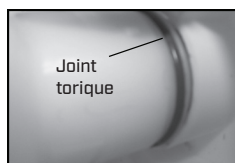

Figure 6
- 5) Appliquez du pétrolatum aux 2 joints toriques de la pompe à membrane (fig. 5). Assemblage de pompe à membrane dans la base de la chambre à pression (fig. 6), en vous assurant que le joint torique repose à l'intérieur de la base de la chambre sous pression afin que le joint torique n'apparaisse plus (fig. 7)